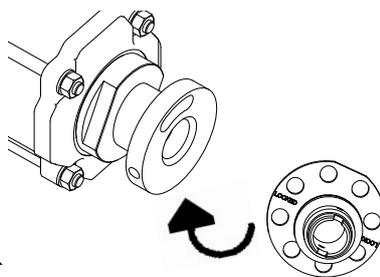

Fig.2-13 Dévissez, retournez puis remettez en place l'axe de verrouillage dans le manchon d'extrémité.
- Tournez l'axe de verrouillage de manière à ce que le disque perforé soit dirigé vers l'actionneur. Puis remonter l'axe sur le manchon d'extrémité (→ Fig. 2-13). Utilisez les rainures de l'outil pour serrer et assurer le verrouillage de l'actionneur.